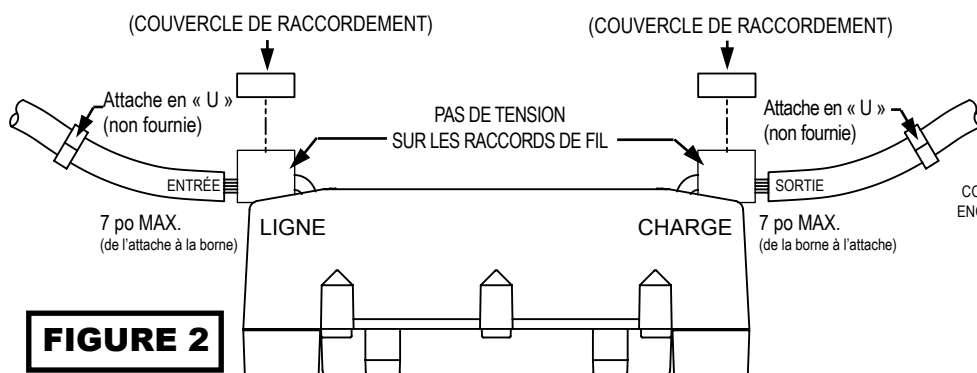

FIGURE 2
4. Acheminez le câble principal (au-dessus des bornes exposées ou dans les gaines du bornier) en laissant suffisamment de mou pour éliminer la contrainte ou la tension sur les liaisons par câble à effectuer. (Voir la Figure 2)